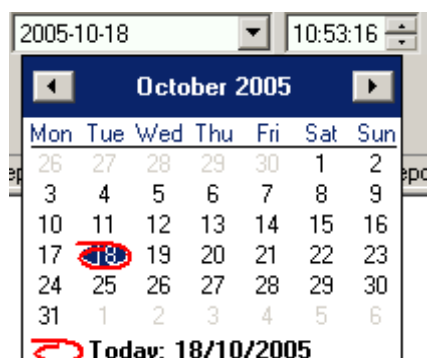

Fig. 3.4. Cambiar “Desde la fecha”
- 1) Para cambiar “Desde la fecha” o “Hasta la fecha”, haga clic en la flecha situada en el lado derecho de la fecha (Fig. 3.4). La ventana del calendario se abrirá: